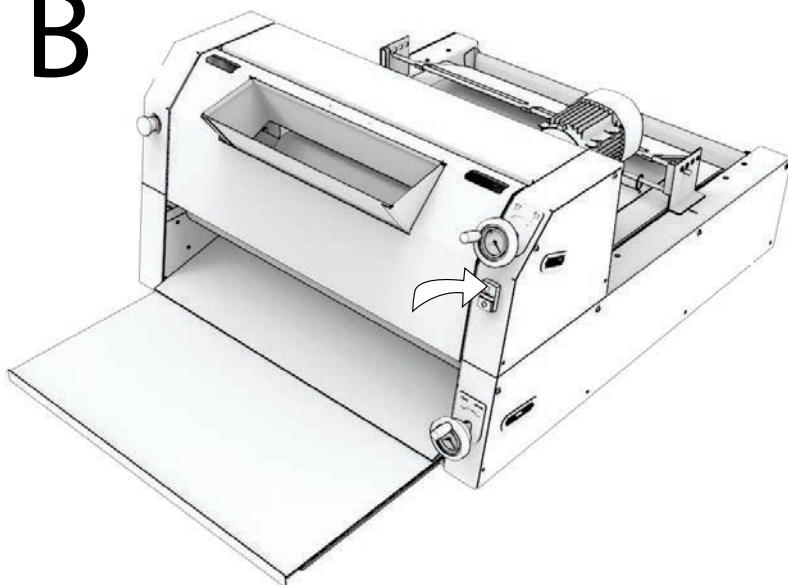

fig.12
- ج. أدخل قطع العجين في ميزاب الإدخال المؤمّن (fig.12).